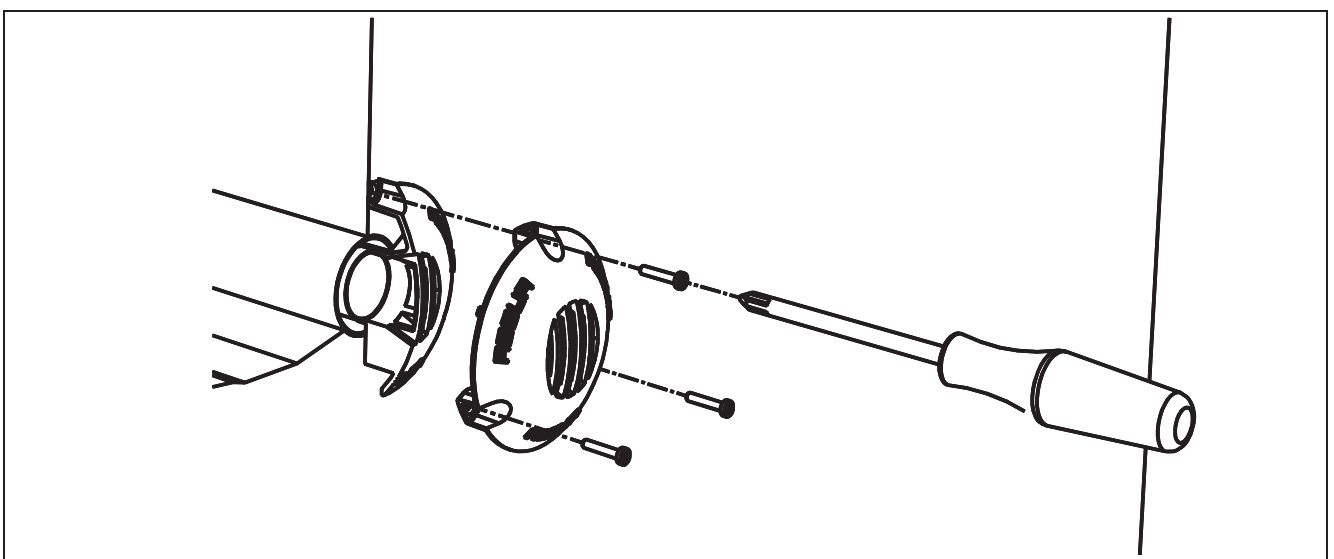

Figura 23 – FISSAGGIO TERMINALE
21. Ad apparecchio installato applicare il terminale antivento in alluminio al muro esterno in modo che si incastri all'estremità del blocco tubi e segnare la posizione dei tre fori per i tasselli ad espansione (vedi Figura 23). Il terminale deve essere montato con la grigliatura scarico fumi disposta verticalmente.
23. Rimontare il terminale e fissarlo con le viti per mezzo dei relativi tasselli (vedi Figura 23).